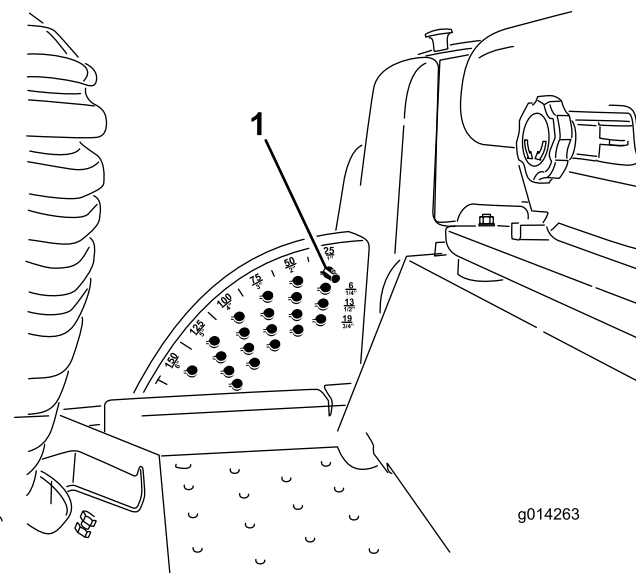

Figura 16
**Nota:** Para bloquear la carcasa de corte o el accesorio en posición elevada, eleve la carcasa más allá de la posición de 15 cm, retire el pasador de tope de altura de corte (consulte Ajuste de la altura de corte), y ponga el pasador en la posición de altura de corte de 15 cm (Figura 16).
1. Con el motor en marcha, presione hacia atrás el interruptor de elevación de la carcasa hasta que la carcasa del cortacésped esté elevada del todo y **suelte el interruptor inmediatamente** (Figura 16).
2. Para ajustar, gire el pasador hasta que el nervio quede alineado con la ranura del taladro del soporte de altura de corte, y retire el pasador (Figura 16).
3. Seleccione un taladro del soporte de altura de corte que corresponda a la altura de corte deseada, inserte el pasador y gírelo para bloquearlo en esa posición (Figura 16).
**Nota:** Hay cuatro filas de taladros (Figura 16). La fila superior corresponde a la altura de corte impresa encima del pasador. La segunda fila corresponde a la altura impresa más 6 mm. La tercera fila corresponde a la altura impresa más 13 mm. La fila inferior corresponde a la altura impresa más 19 mm. Para la posición de 15,8 cm hay un solo taladro, situado en la segunda fila. Esta posición no añade 6 mm a la altura de 15,8 cm.